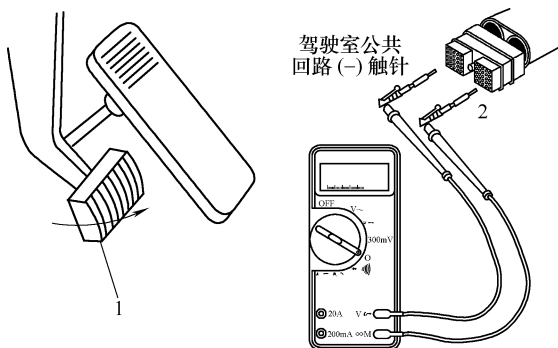

图 5-35 松开离合器踏板，测量触针 2 与公共回路触针间的电阻
(1) 电阻检查
① 从 ECM 上断开 OEM 线束插头，测量插头触针 2 (+5V 电源) 与驾驶室中公共回路触针 (9、10、19 或 20) 之间的电阻 (图 5-35)。当松开离合器踏板时，万用表必须显示闭路，电阻小于 10Ω 。